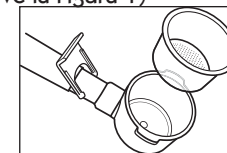

FIGURA 1
1. Coloque el filtro dentro de la canasta de preparación. (Observe la Figura 1)